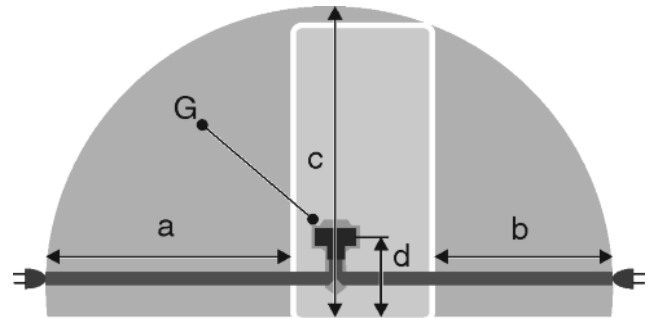

Fig. 44
- Steckdose liegt außerhalb des Geräterückseitenbereichs im gegebenen Bereich *Fig. 44 (a, b, c)*.
- ▶ Gerätestecker *Fig. 44 (G)* auf der Rückseite des Gerätes einstecken. Auf richtiges Einrasten achten.